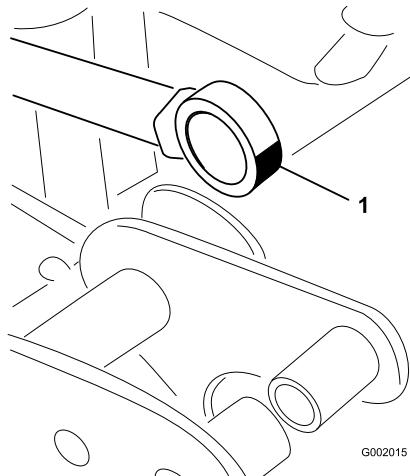

Figura 43
5. Manipule el extremo del cojínete del émbolo del actuador y aplique grasa al cojínete (Figura 43). Limpie cualquier exceso de grasa.